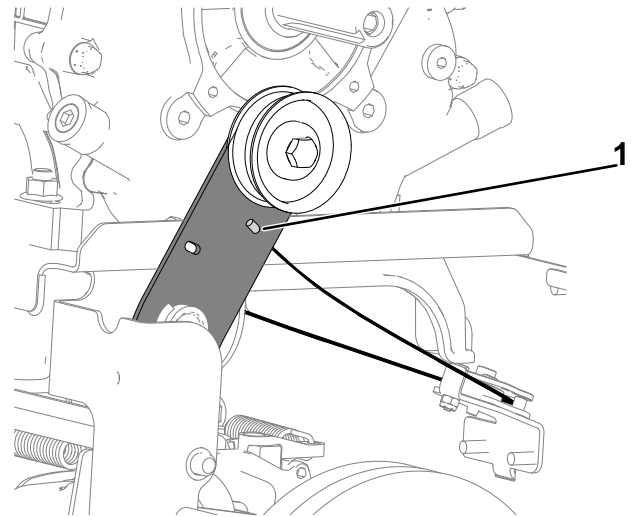

Figura 18
4. Instale la curvatura en Z del cable de tracción al brazo de embrague de tracción (Figura 18).